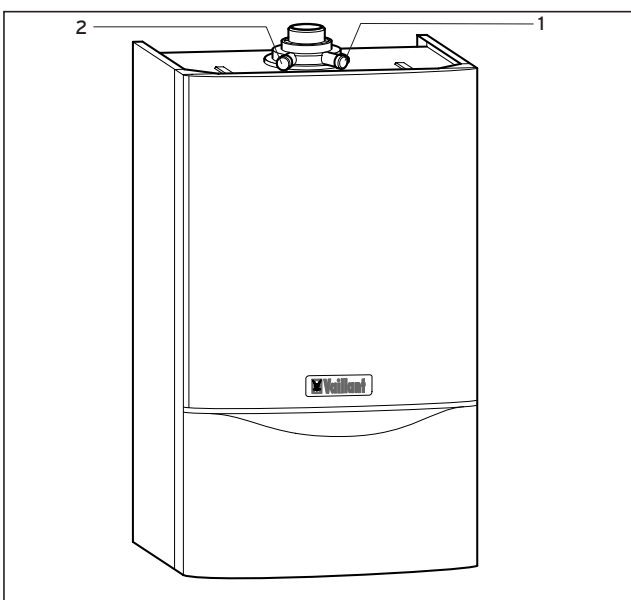

Abb. 3.18 Schornsteinfeger-Messungen (am Gerät)
- Nehmen Sie Messungen im Abgasweg am Prüfstutzen (1) vor (Abb. 3.18). Messungen im Luftweg können Sie am Prüfstutzen (2) vornehmen.